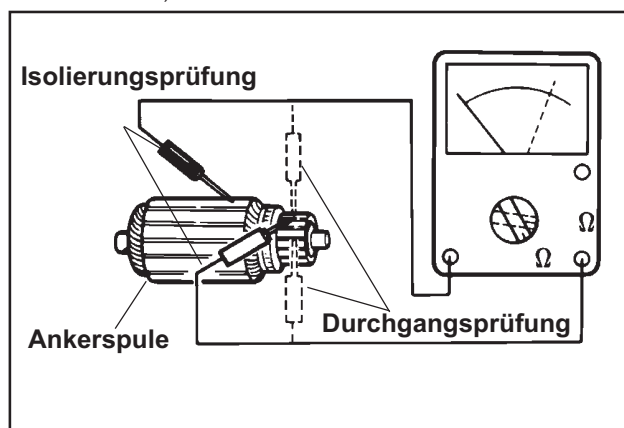

Abbildung 8-58. Überprüfung des Ankers.
- Ein Prüfgerät, das auf die Skala Rx1 eingestellt ist, verwenden. Den Messfühler zwischen zwei unterschiedlichen Umschaltersegmenten anlegen und den Durchgang prüfen. Siehe Abbildung 8-58. Alle Segmente überprüfen. Es muss zwischen allen Segmenten ein Durchgang bestehen, ansonsten ist der Anker defekt.
- Den Durchgang zwischen den Ankerwicklungssegmenten und den Umschaltersegmenten überprüfen. Siehe Abbildung 8-58. Es sollte kein Durchgang vorhanden sein. Ist zwischen einem der beiden Segmente ein Durchgang vorhanden, befindet sich der Anker nicht in gutem Zustand.